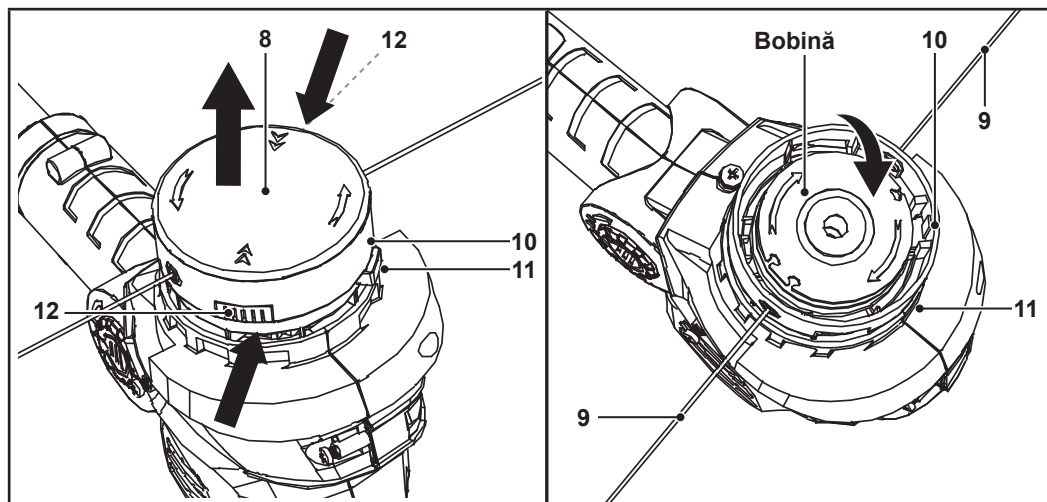

Fig. 9
**NOTĂ:** Bobina trebuie înlocuită periodic. Înlocuiește bobina când firul de tăiere (9) nu mai poate fi prelungit.
1. Scoate din priză ștecărul (5).
2. Deschide carcasa bobinei (10): Apasă simultan pe cele două cleme de eliberare (12) ale capacului bobinei (8). Poți folosi o unealtă (de exemplu, o șurubelniță) ca să ridici capacul bobinei.
3. Scoate capacul bobinei (8) (fig. 9).
5. Dirijează capetele firului de tăiere (9) de la bobina nouă în afară prin fantele din carcasa bobinei (10). Trage circa 20 cm de fir de tăiere în exteriorul carcasei.
6. Introdu bobina nouă în carcasă (10) (fig. 9).
7. Pune capacul (8) înapoi pe carcasa bobinei (10). Asigură-te că cele două cleme de eliberare (12) ale capacului se angajează în locașurile carcasei.